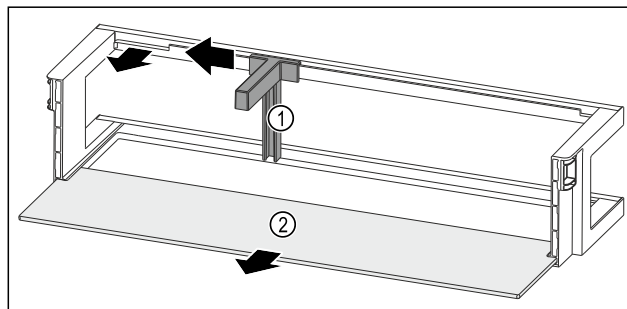

Fig. 92 Dveřní přihrádka s držákem lahví a odkládací plochou
- Držák lahví Fig. 92 (1) posuňte na stranu až k vybrání.
- Držák lahví Fig. 92 (1) odeberte.
- Odkládací plochu Fig. 92 (2) odeberte.